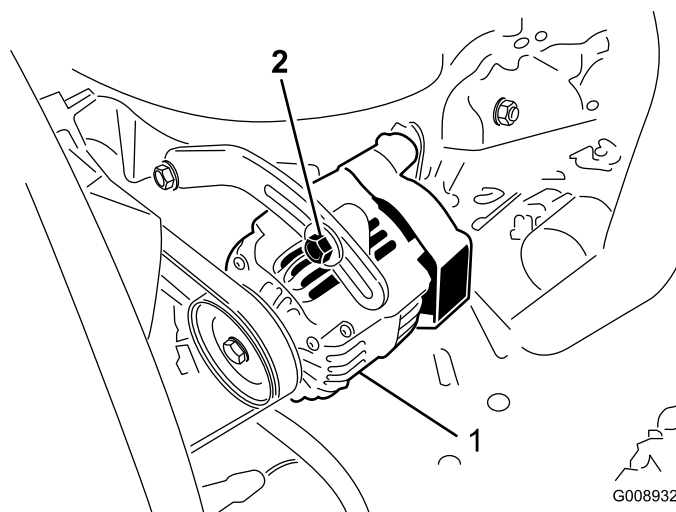

Figura 78
Verifique o estado e a tensão das correias (Figura 78) após cada 100 horas de funcionamento.
2. Se o desvio obtido não for igual a 10 mm, deverá libertar as cavilhas de montagem do alternador (Figura 78). Aumente ou diminua a tensão da correia do alternador e aperte os parafusos. Verifique uma vez mais a deslocação da correia para se certificar de que a tensão está correcta.